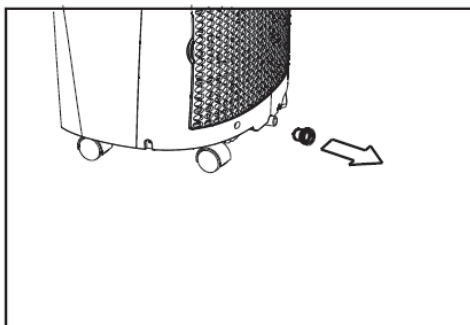

Abb. 23*
- Wenn der Wasserstand in der Bodenwanne ein bestimmtes Niveau erreicht, gibt das Gerät 8 Pieptöne ab und am Display erscheint "P1". Der Klimatisierungs- / Entfeuchtungsprozess stoppt sofort. Der Lüftermotor läuft jedoch weiter (das ist normal). Bewegen Sie das Klimagerät vorsichtig zu einer Stelle, wo Sie den Drainagestöpsel entfernen und das Wasser abfließen lassen können (Abb. 23*). Schalten Sie das Gerät neu und die Anzeige P1 verschwindet. Wenn der Fehler weiter auftritt, rufen Sie bitte den Servicedienst.
- Entfernen Sie den Gummistöpsel an der Rückseite des Geräts und schließen Sie den Drainageschlauch an. Positionieren Sie das andere Ende des Schlauchs direkt über einem Ablauf Ihres Fußbodens (Siehe Abb. 23* / 24*).
- Entfernen Sie den Stöpsel am Bodenwannen-Kondensatablauf, um das Wasser abzulassen (Siehe Abb. 23*).